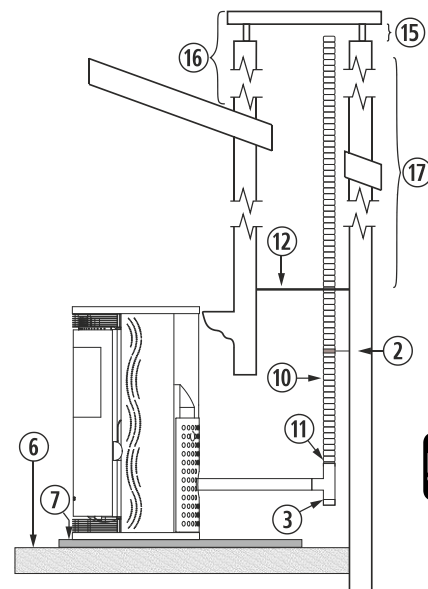

Figura 16
4.30. L'installazione di una stufa ad incasso in un caminetto può essere realizzata in completa totalità in un tubo flessibile, così come è indicato nella figura 16. Dobbiamo prestare speciale attenzione al momento di realizzare l'isolamento tra il caminetto e il tubo di fuoriuscita di gas per evitare possibili arretramenti di gas in caso di tormenta.
②	Collare di fissaggio in acciaio inox.
③	Giunto a "T" a 90° con filtro.
⑥	Pavimento in legno.
⑦	Protezione non infiammabile.
⑩	Tubo in acciaio inossidabile flessibile.
⑪	Manicotto d'unione tra flessibile e rigido.
⑫	Isolante anti -arretramento.
⑮	Minimo 200mm.
⑯	Deve superare di 1 metro il tetto.
⑰	Se superiore a 8m aumentare le dimensioni.